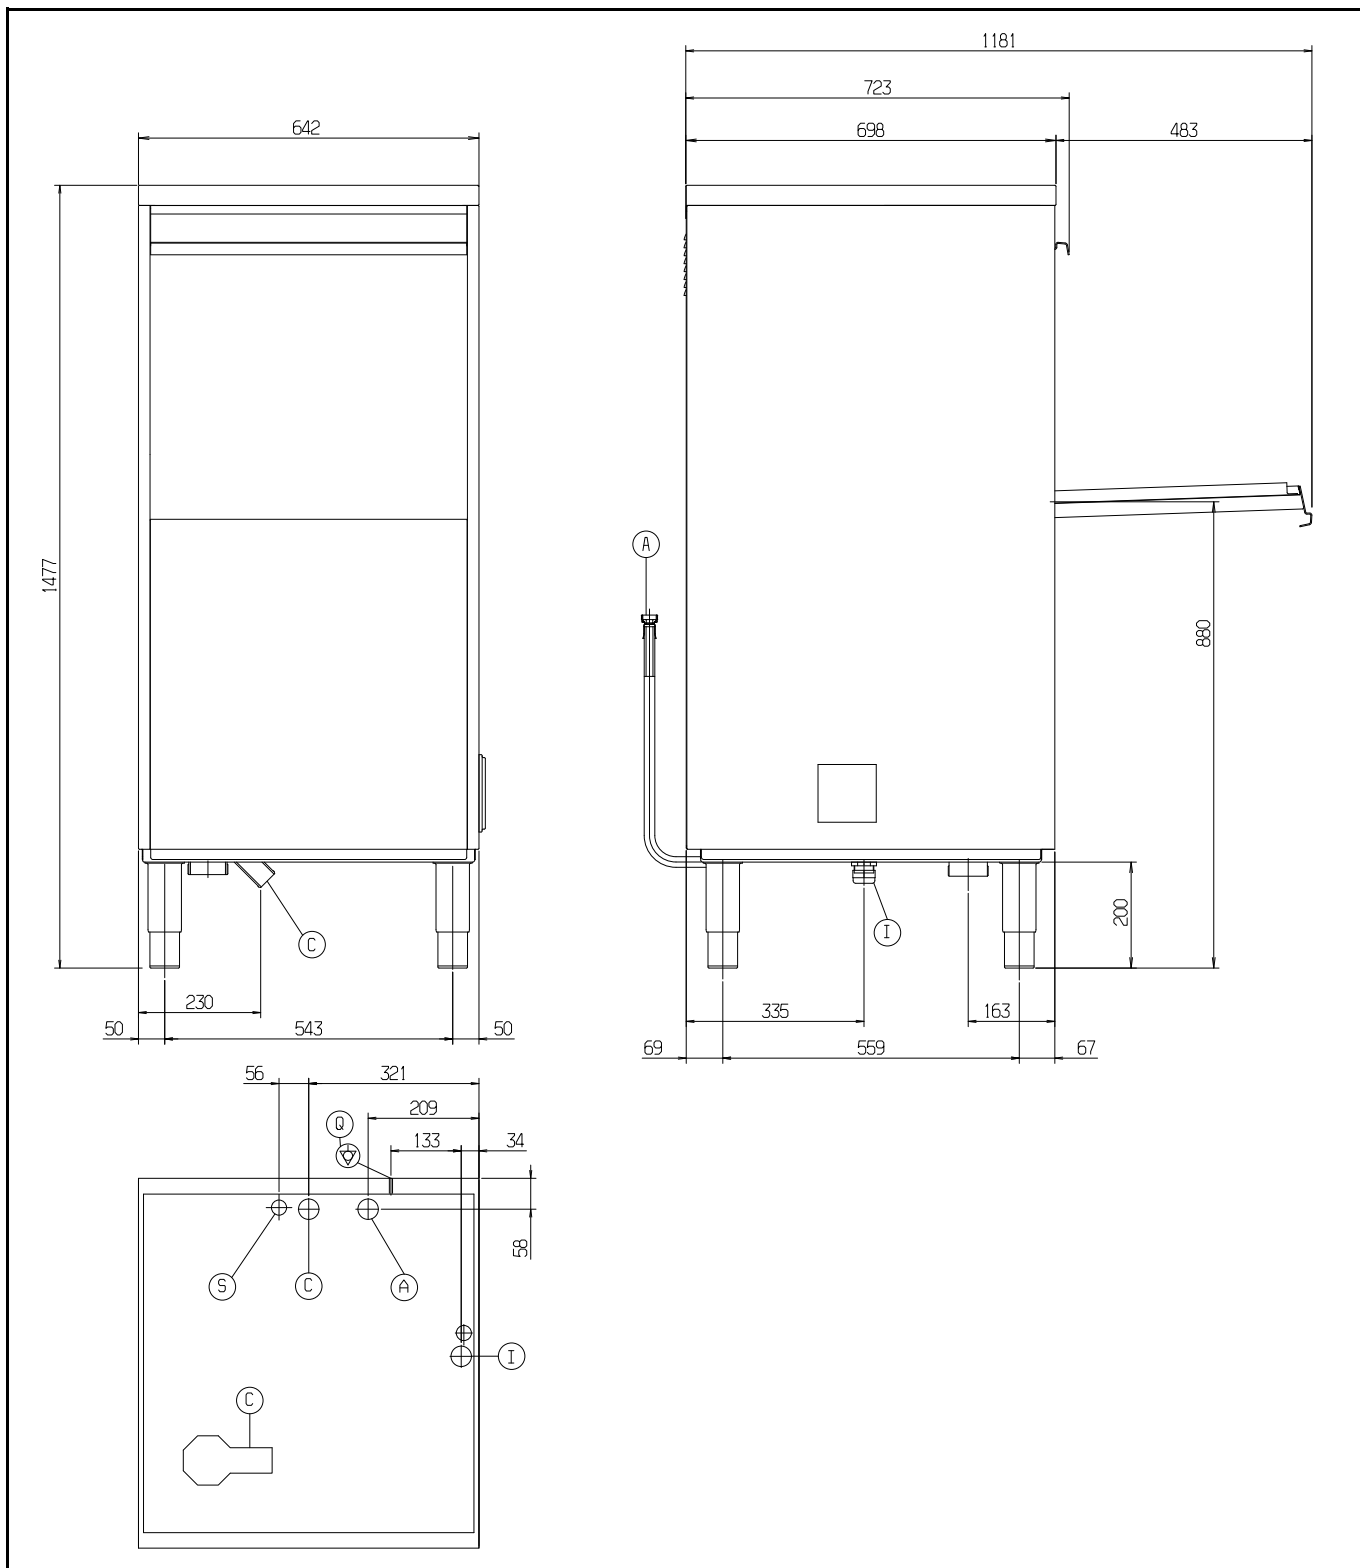
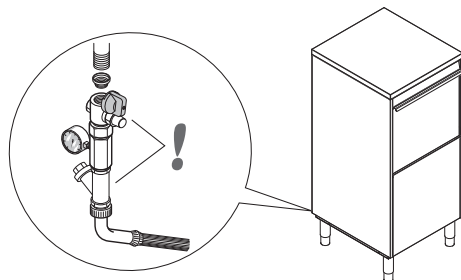

Figura 4
Figura 6
Legenda Figura 4
- Collegare il tubo alimentazione acqua "A" (Figura 4) dell'apparecchiatura alla rete idrica, interponendo un rubinetto, il filtro in dotazione ed un manometro (Figura 6).
collegare il tubo di scarico acqua "C" (Figura 4) alla condotta di scarico interponendo un sifone, oppure posizionare il tubo sopra un pozzetto a piletta sifoide ricavato nel pavimento.
- Collegare il conduttore di terra del cavo di alimentazione ad una efficiente presa di terra. L'apparecchiatura deve inoltre essere inclusa in un sistema equipotenziale, il cui collegamento viene effettuato mediante la vite "Q" (Figura 4) contrassegnata dal simbolo "⚡". Il conduttore equipotenziale deve avere una sezione di 10 mm².